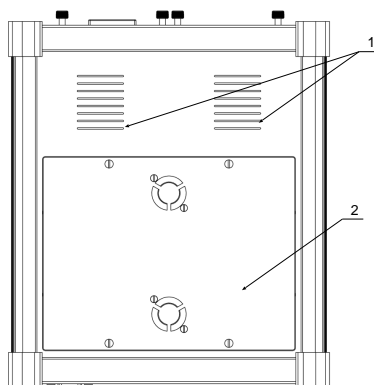

Рис. 2.3. Нижняя панель платформы
- от двух внутренних аккумуляторных элементов (см. рис. 2.3).